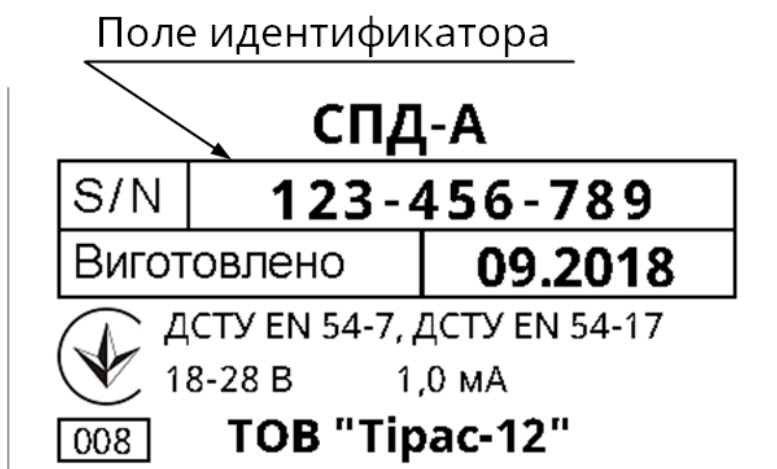

Рисунок 3 – Фирменная этикетка извещателя
5.6 Регистрация (приписка) извещателя в СПСА возможна в автоматическом или ручном режиме. При автоматическом поиске СПСА формирует список из всех смонтированных компонентов, после чего, используя усиленную индикацию, их необходимо распределить в зоны. При ручной приписке используется идентификатор (серийный номер) извещателя, записанный на фирменной этикетке извещателя (рисунок 3). Для ручной приписки необходимо выбрать зону и задать идентификаторы извещателей, которые физически смонтированы в данной зоне. СПСА выполнит поиск по указанным идентификаторам. Детально процедура регистрации описывается в руководстве по эксплуатации ААЗЧ.425521.007 РЭ на АМР/АПР.